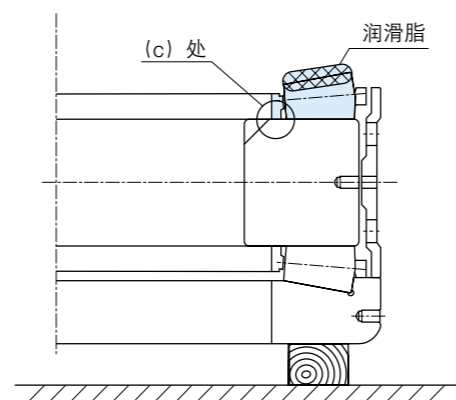

图 3.42
(5) 将配合代号 B 的滚子与保持架组件轻轻放在内圈之上，届时应确认保持架在图 3.42(c) 处与内圈滚道均匀接触。
而后，将规定重量的润滑脂均匀涂在滚子上部全周（见图 3.42）。